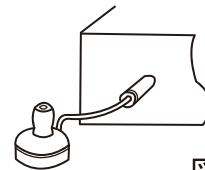

図 III-3
付属品の出力チェックイヤホンを出力端子⑨に差し込み(図III-3)、イヤホンの音と安全表示灯⑦を見ながら各出力毎に点検します。